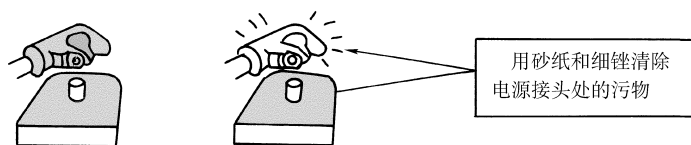

图 4-19 接地的好坏直接影响音质
- (4) 将电源 (蓄电池) 接头的脏污彻底清除，并将接头拧紧 (图 4-19)。如果电源接头很脏或没有拧紧，接头处就会有接触电阻。而接触电阻的存在会导致交流噪声从而严重破坏音质。
- (5) 当汽车动力系统内布线时，应避免在发电机和点火装置附近走线。因为发电机噪声和点火噪声能够辐射入电源线。